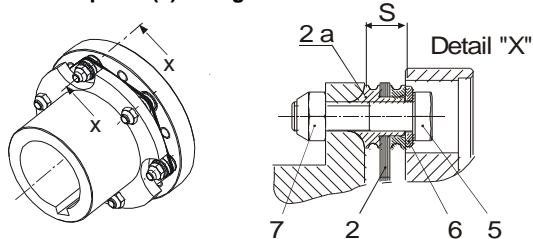

Bild 5
Das Lamellenpaket (2) wird prinzipiell so eingelegt, dass der Radius der Bundbuchsen (Teil 2a, Bild 5, Detail „X“) in den Senkungen der Naben (1, 1.1, 1.3, 1.4, 1.5, 1.7, 1.8), den Flanschen (1.6), bzw. den Adaptionflanschen (3) liegt.
* Die Sechskantschrauben (5) sind so anzuordnen, dass der Schraubenkopf mit Unterlegscheibe (6) immer am Lamellenpaket (2) anliegt.
Um eine axiale Verspannung der Lamellenpakete zu verhindern, muss das „**Abstandsmaß S**“ (Bild 5, Detail „X“ und Tabelle 1) bei ausgerichtetem Winkel- und Radialversatz der Wellen eingehalten werden.